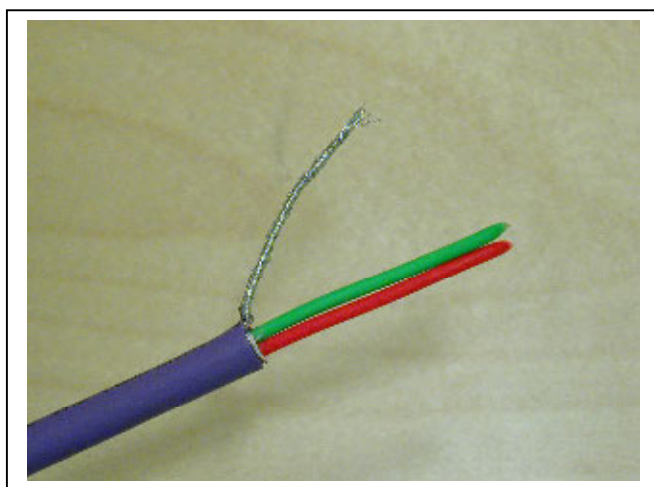

Рис. 4-3
- Очистите около 5 см кабеля Profibus, как показано на рис. 4-3.
1. Зачистите около 5 см кабеля Profibus, как показано на рис. 4-3, но **срежьте серую защитную оболочку**. Не забудьте проделать это с обоими кабелями (кроме тех, которые идут к последнему устройству).